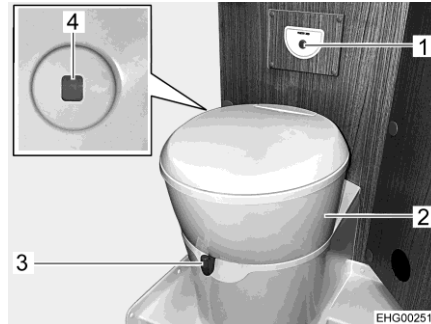

Fig. 104 Inodoro
La taza del inodoro se podrá girar a la posición deseada. Para ello, agarrar la parte superior (Fig. 104,2) del inodoro con ambas manos y girarla.
La unidad de mando con el botón del inodoro (Fig. 104,1) está instalado cerca de la taza del inodoro.
- Antes del lavado, abrir la corredera del inodoro. Para ello, empujar la palanca de corredera (Fig. 104,3) en sentido contrario a las agujas del reloj.
- Para lavar, pulsar el botón del inodoro azul (Fig. 104,1).
El color del indicador de nivel de llenado (Fig. 104,4) cambiará de color verde a rojo cuando se debe vaciar el depósito de aguas fecales.